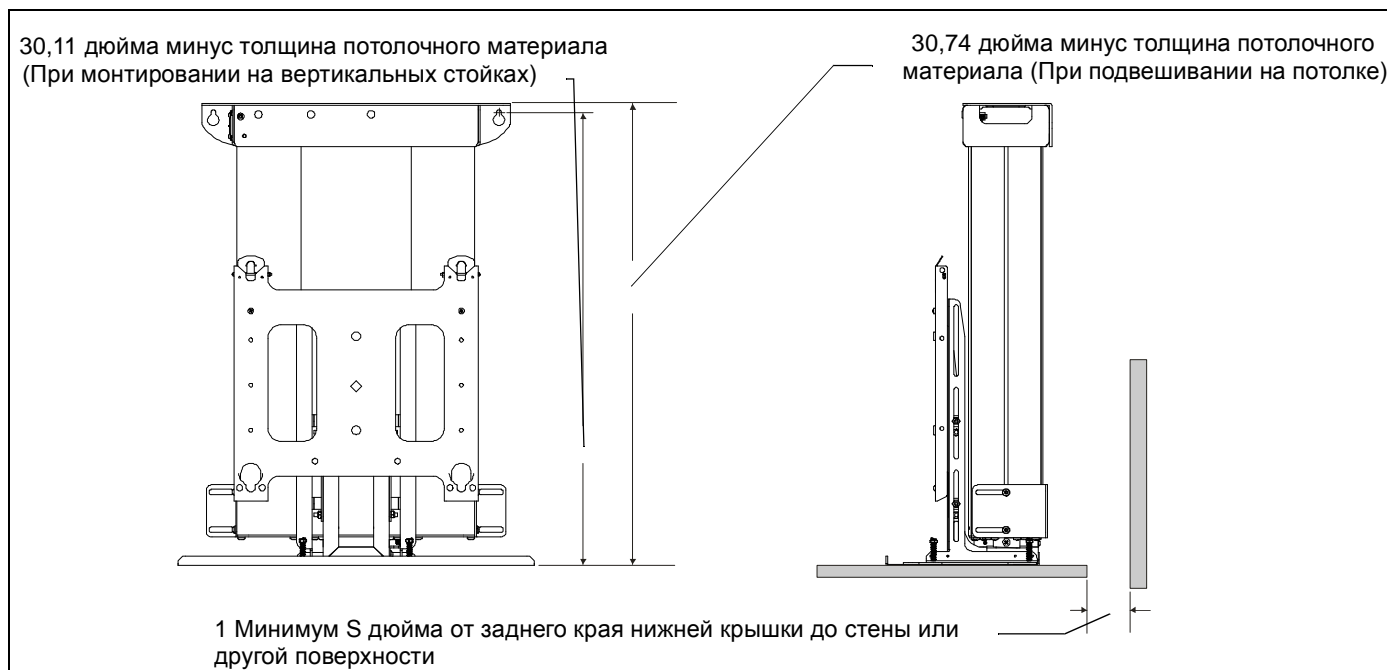
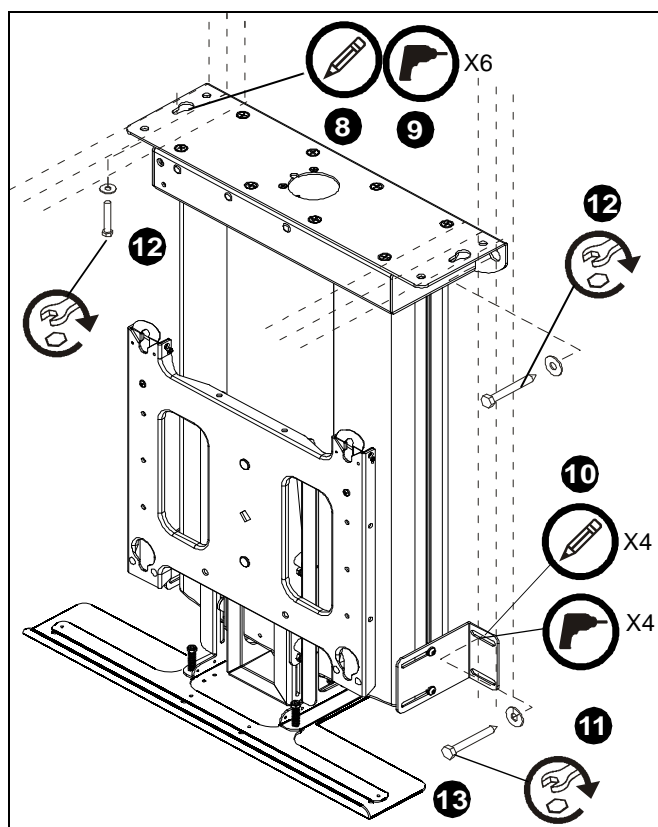

рис. 15
рис. 16
4. Выверните положение кронштейна по вертикали и горизонтали. (см. рис. 15)
5. Ослабьте четыре винта, закрепляющих боковые монтажные кронштейны на кронштейне, и отрегулируйте положение боковых монтажных кронштейнов, чтобы они были правильно расположены по отношению к стойкам. (см. рис. 16)
7. При использовании размеров, указанных на рис. 15, отметьте расположения монтажных отверстий опорной панели. (см. рис. 16)
9. Отметьте расположение четырех монтажных отверстий боковых кронштейнов (если используются). (см. рис. 16)
11. Закрепите опорную панель на структуре с использованием двух (при монтаже в стене) или шести (при монтаже на потолке) плоских шайб 5/16" и двух или шести болтов 5/16" x 2 1/2". (см. рис. 16)
12. Закрепите боковые кронштейны (если используются) на стойках с использованием четырех плоских шайб 5/16" и четырех болтов 5/16" x 2 1/2". (см. рис. 16)